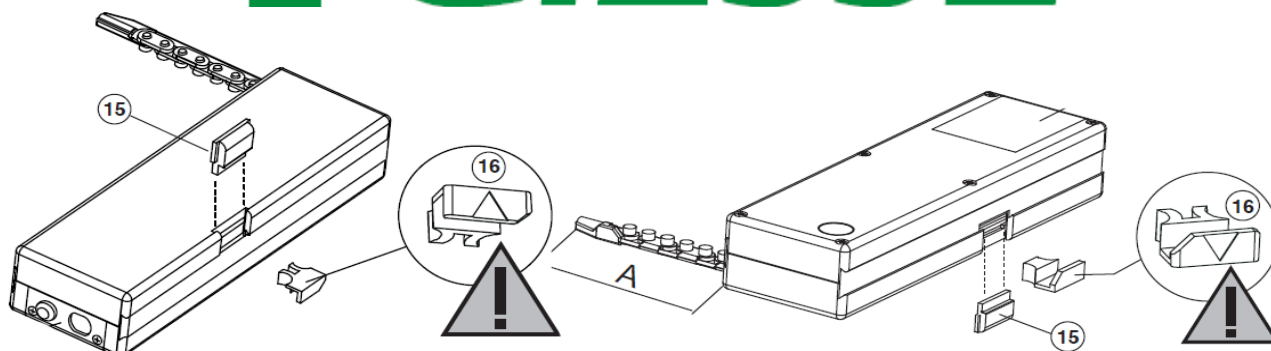

Рис.7 Регулировка хода цепи
Регулировка хода цепи рис.7
- снимите крышку (15) с корпуса привода (1), запустите привод на открытие до тех пор, пока в образовавшемся окне появится стопор (16).
- вытащите стопор (16) из цепи,
- вставьте стопор (16), соблюдайте правильность размещения стопора см. рис.7.
- установите крышку (15).